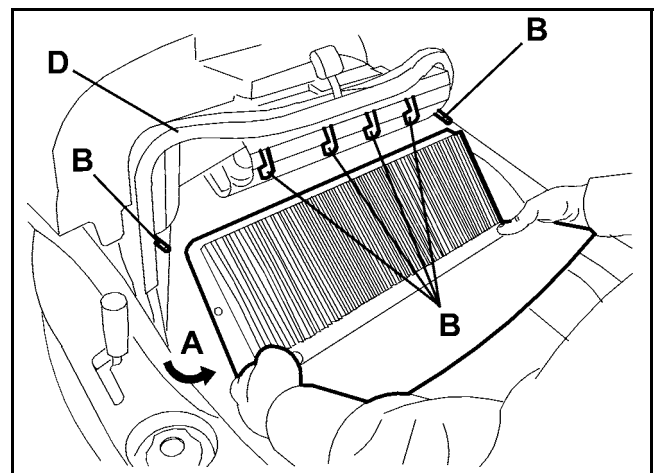

Figure 18
6. Déposer le filtre à poussière en le tournant dans la direction de la flèche (A, Fig. 18) pour le dégager des pivots (B), puis l'abaisser pour le dégager des peignes (C) du secoueur.
10. Nettoyer le joint (D, Fig. 18) du conteneur déchets le long du périmètre et en vérifier l'intégrité et l'étanchéité. En cas contraire, la remplacer.